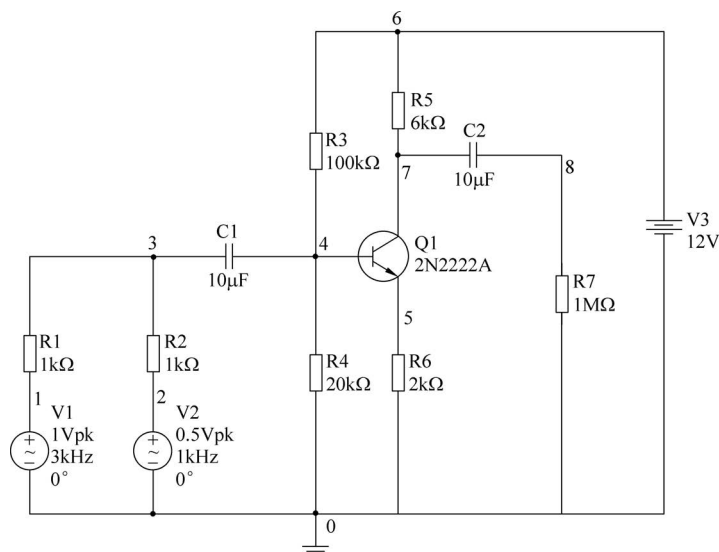

图 5.7.2 共发射极放大电路
【例 5.7】 分析共发射极放大电路如图 5.7.2 所示的失真情况,晶体管为 2N2222A,输入为两个不同频率的交流信号,观察输出节点 8 的失真情况,要求如下。
(1) 分析节点 8 的二次谐波和三次谐波的失真情况;
(2) 分析节点 8 处的电路内部调制频率: $f_1 + f_2$ 、 $f_1 - f_2$ 和 $2 \times f_1 - f_2$ 相对于频率的互调失真。
解: (1) ① 新建电路原理图,操作步骤参见 2.2.5 节,按图 5.7.2 创建电路。单击菜单栏中 Edit 菜单下 Properties 命令,在弹出对话框的 Sheet Visibility 选项卡中,选定 Net names 中的 Show all 的设置,把电路中的节点标志显示到电路图上。